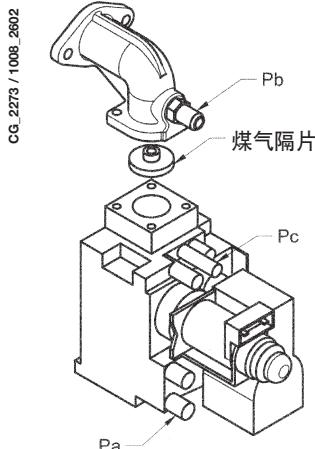

图 10
- 将压差计（最好是液体压差计）的正压接头接在气阀的压力接头（P_b）上（图10）。只有针对带密封腔型号的锅炉时，将压力计的负压接头连接到“T”，这样可以一起连接锅炉的补偿接头、气阀补偿接头（P_c）和压力计本身。（还可以将压力计连接到压力接头（P_b）进行测量，而不需要密封腔的前板）；
- 检查通过气阀（图10）压力接头（P_a）测量到的锅炉电源的动力压力是否正确（液化气37mbar或天然气20mbar）。
煤气压力过低的情况下（低于17mbar），需拆除安装在气阀上的进气隔片（图10）并设置电路图参数F02=00（§ 21）。
- 调节图10中所示的“pmax/pmin”螺丝, 根据表1中的数值设置燃烧器的压力值。
要调整压力到最大功率, 需扭动螺钉“Pmax”(图10), 顺时针方向旋转升高燃烧器压力或逆时针方向旋转降低压力。
要调整压力到最小功率, 需扭动螺钉“Pmin”(图10), 逆时针方向旋转升高燃烧器压力或顺时针方向旋转降低压力。